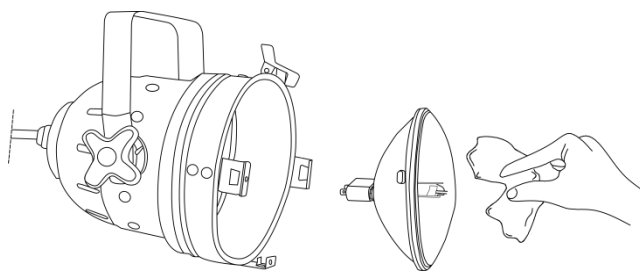

Fig. 04
- 03) Estrarre la lampada dalla scatola e tenerla **per la base**. Leggere le istruzioni della lampada. **Non toccare il vetro della lampadina**. L'olio sulle mani riduce la durata della lampada. Se si tocca il vetro della lampadina, pulirlo con un panno pulito e privo di pelucchi e alcol denaturato (Fig. 04).